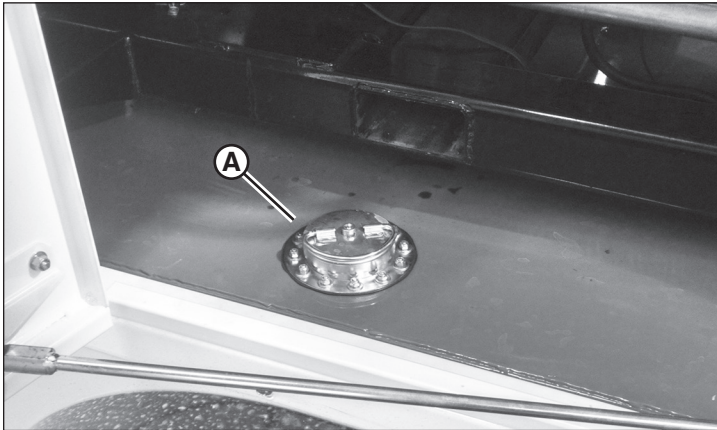

Figura 14
El remolque del calentador está equipado con un tanque de combustible de 1.022 litros. La tapa de combustible (**A**, Figura 14) está ubicada dentro del compartimento de control hacia la izquierda, abajo del panel de control.
- Gire la tapa de combustible (**A**, Figura 14) 1/4 de vuelta en el sentido antihorario y retírela.